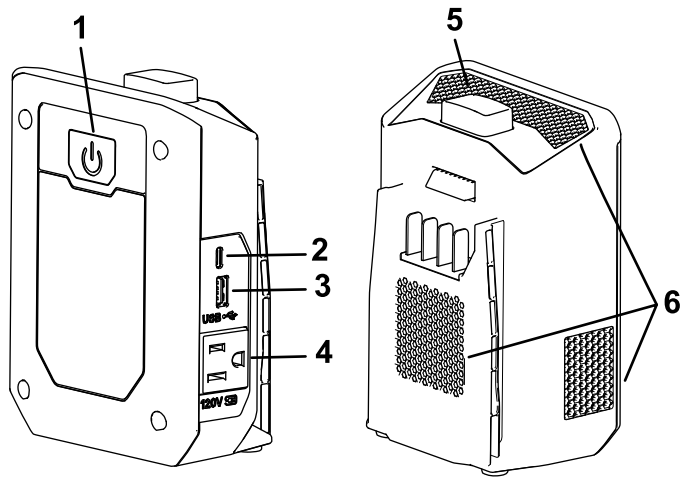

Figura 3
2. Pulse el botón de encendido situado en la parte trasera del inversor para encender el inversor; los LED se encienden en color verde fijo (Figura 3).